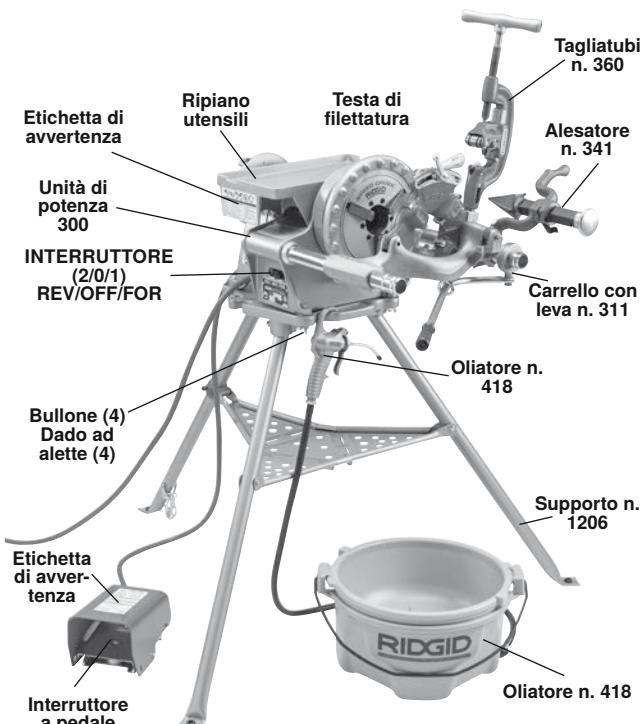

Figura 2 – Unità di potenza Modello 300 completa
4. Collocare l'Unità di potenza 300 Power Drive sul supporto e fissarla con i dispositivi di fissaggio in dotazione (Figura 2).